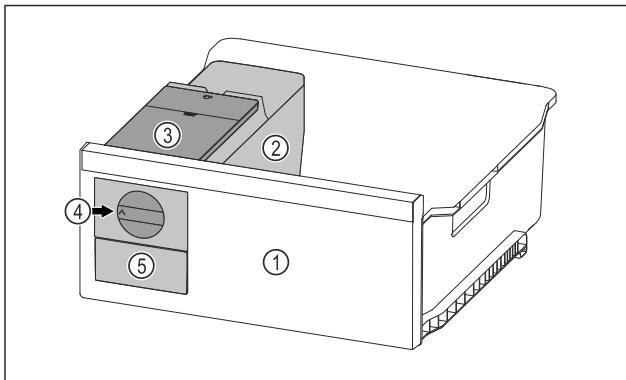

Fig. 179 Ілюстративне зображення
- Поворотну ручку Fig. 179 (4) повернути за годинниковою стрілкою до упору.
- Кубики льоду випадають із ванночки для кубиків льоду Fig. 179 (5). Якщо не всі кубики льоду виймаються з ванночки для кубиків льоду: